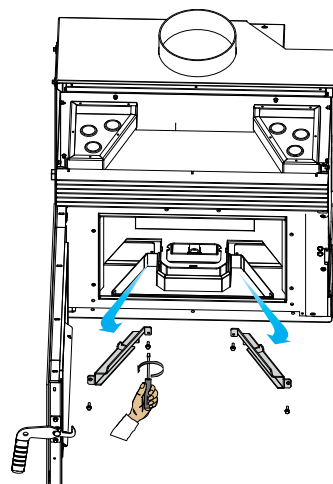

Abb. 7.17
- E) Retirar los soportes de las placas refractarias laterales (Fig. 7.17).